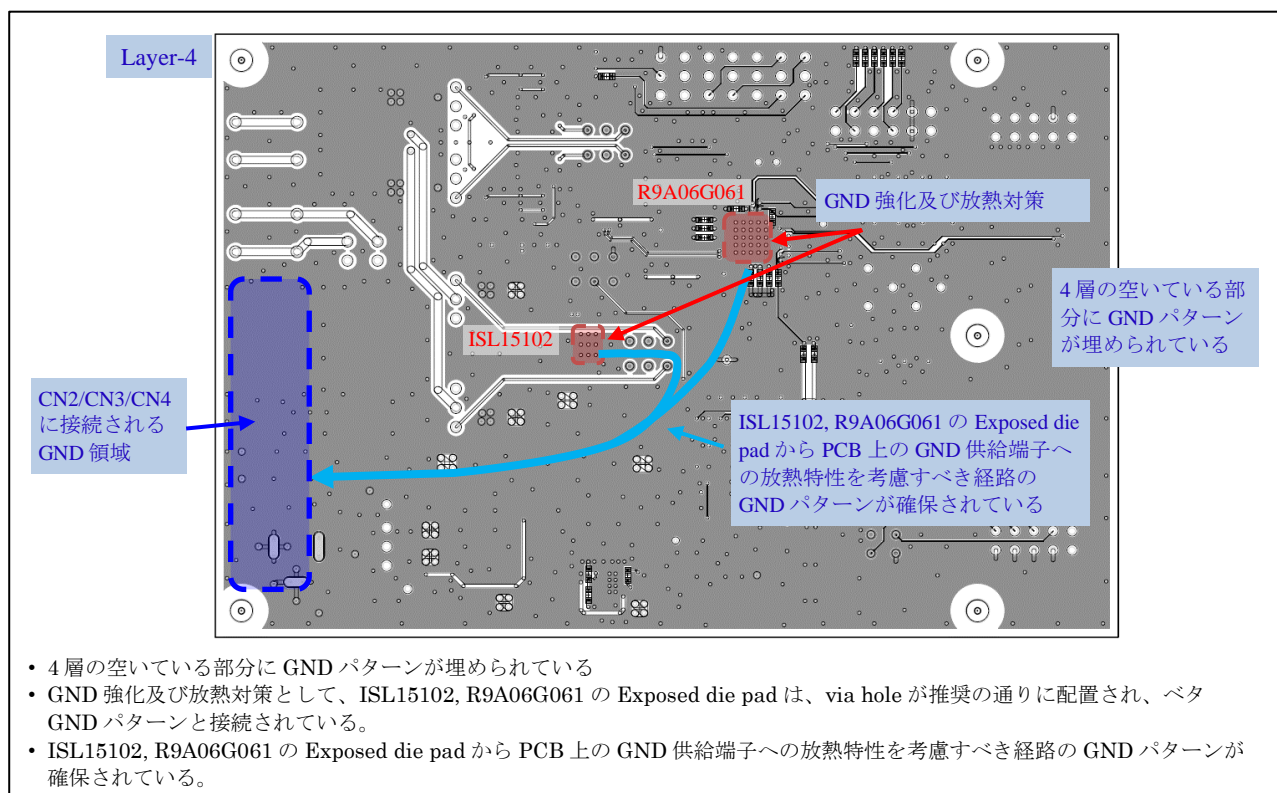

Figure 5-5 R9A06G061とISL15102のExposed die padとGNDパターンの接続例(4層)
- 4 層では、GND パターンが放熱設計において特に重要になります。より放熱性能を高める為、GND パターンの領域を広くとり、R9A06G061, ISL15102 の Exposed die pad を GND パターンと接続してください。そして、ISL15102 の Exposed die pad と PCB 上の GND 供給端子への経路内に障害物が無いように極力スムーズに接続してください。(4 層の接続例を Figure 5-5 に示します)